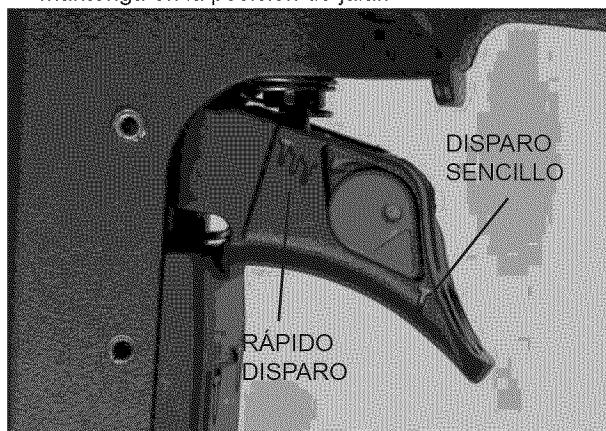

Figura 8– Interruptor de Empuje y Rotación (empujando desde la parte posterior) para seleccionar el modo de operación
- La herramienta viene equipada con un interruptor giratorio, el cual puede ajustarse al modo de disparo rápido o de un sólo disparo (Ver la figura 8). Cuando el interruptor esté ajustado al modo de un sólo disparo, la herramienta no conducirá un segundo sujetador hasta que el gatillo esté completamente liberado y jalado de nuevo.